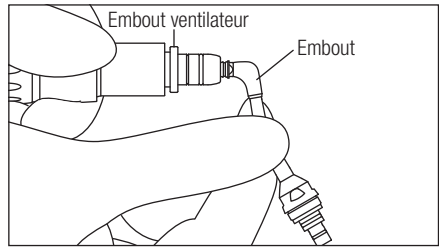

Fig. 16
- 5) Fixez l'embout ventilateur à l'extrémité de l'embout (Fig. 16) et faites fonctionner l'appareil à vide, uniquement avec de l'air. Cela permettra d'évacuer la poudre encore présente dans l'embout.